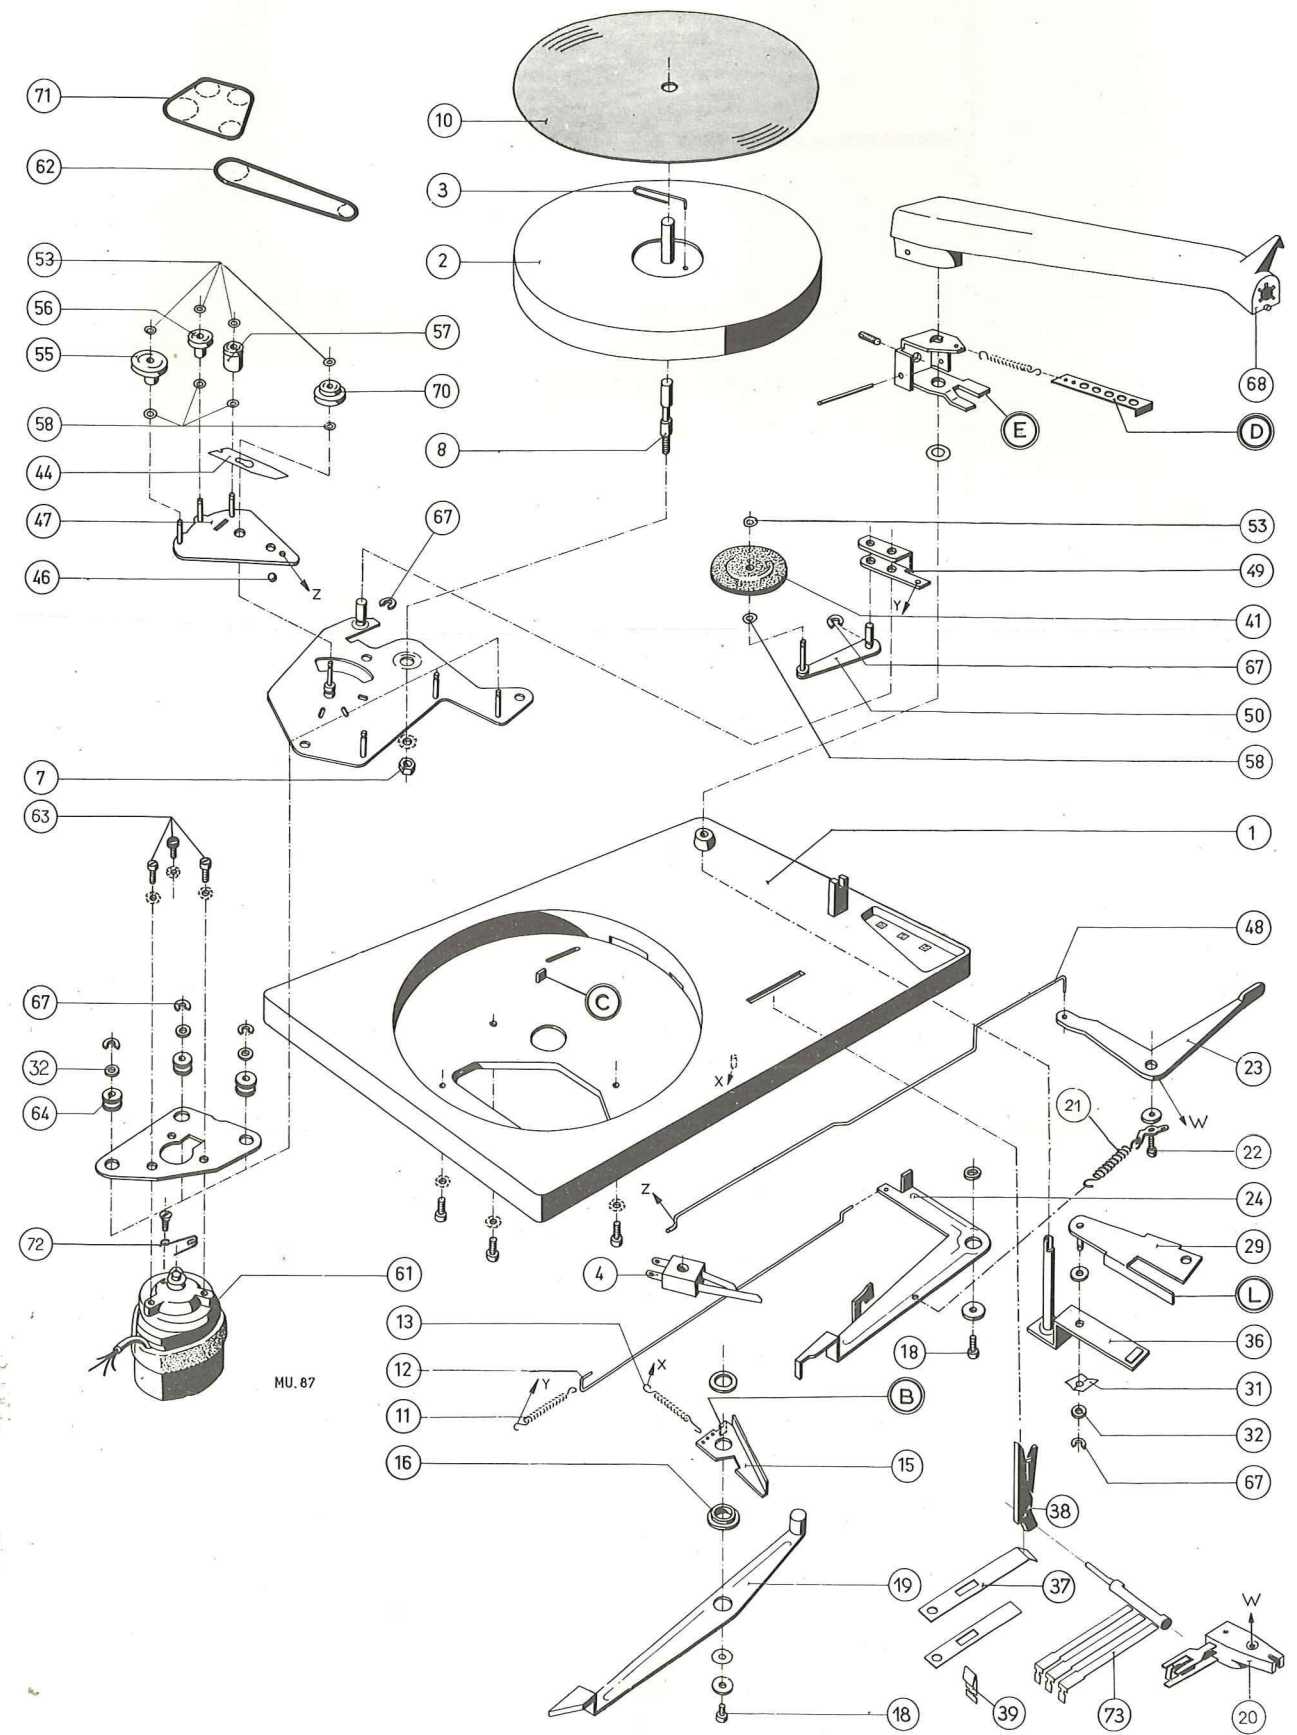

FIG. 1
— Le réglage s'effectue en tordant la patte E de l'étrier du bras (fig. 1).
— Le réglage s'effectue en déplaçant la bande perforée D (fig. 1).
Le palpeur 19 doit se trouver en butée contre le bossage C situé dans la cuve de la platine et contre la languette repliée B du rochet 15 (fig. 1).
a) La force nécessaire pour déplacer le secteur mobile 29 mesurée à l'extrémité de la languette L ne doit pas excéder 3 g. (fig. 1).